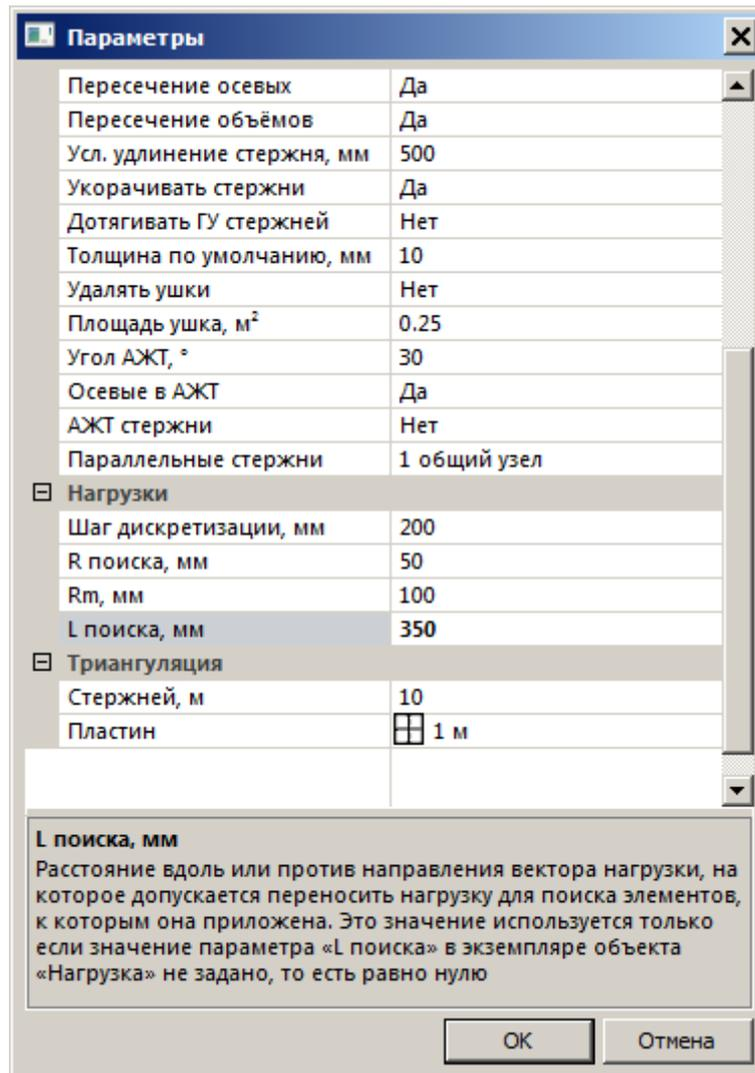

Рис.6.24. Диалоговое окно **Параметры**
- Вызовите диалоговое окно **Параметры** (рис.6.24) щелчком по кнопке  - **Свойства расчетной модели** (панель **Расчетная модель: создание** на вкладке **Аналитика**).